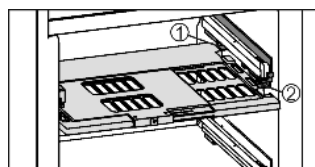

Fig. 16
► Установка пластины регулировки влажности: поперечные ребра крышки на пластине вставить через низ в задний держатель Fig. 16 (1) и защелкнуть спереди на держателе Fig. 16 (2).